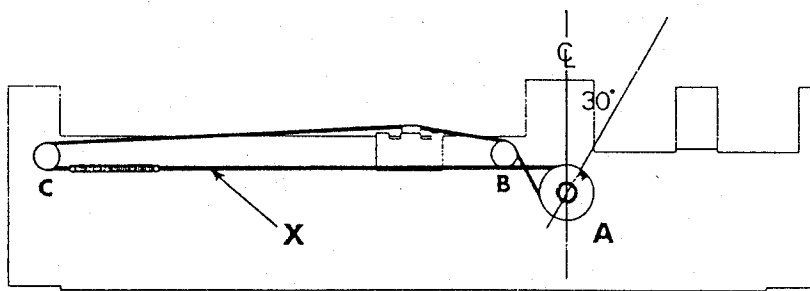

FIG 1
2. Mettre la poulie d'entraînement 'A' sur la broche, les encoches disposées à 30° par rapport à l'axe comme indiqué à la fig. 1.
4. Enrouler le cordon deux fois autour de la poulie 'A' dans le sens anti-horaire (le ressort se trouvant approximativement dans la position illustrée) et faire passer (Fig 1.)